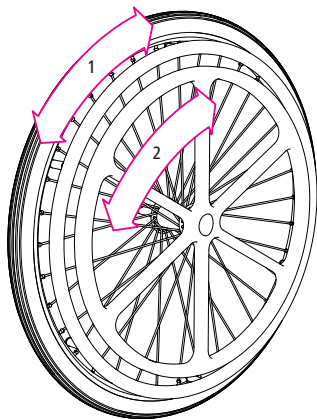

Рис.13
1. Щоб рухатись прямо вперед, прокручіть обидва ободи разом (1+2, рис. 13).
2. Під час віражів/поворотів більший обід (1, рис. 13) керує активною стороною, а менший (2, рис. 13) — пасивною.